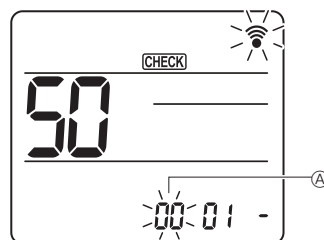

Fig. 6-17
Πατήστε το κουμπί [] για να ρυθμίσετε τον αριθμό μονάδας ③. (Fig. 6-17)